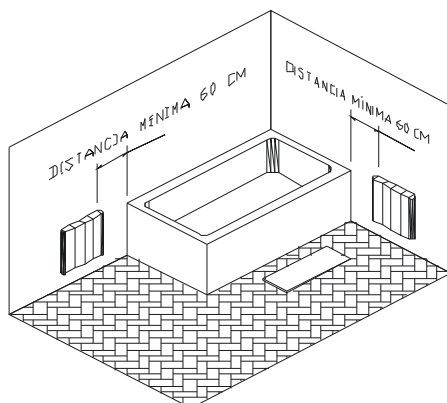

Figura 1
- Instale o emissor de tal forma que os interruptores e outros comandos não possam ser alcançados por alguém que esteja numa banheira ou duche (Figura 1).